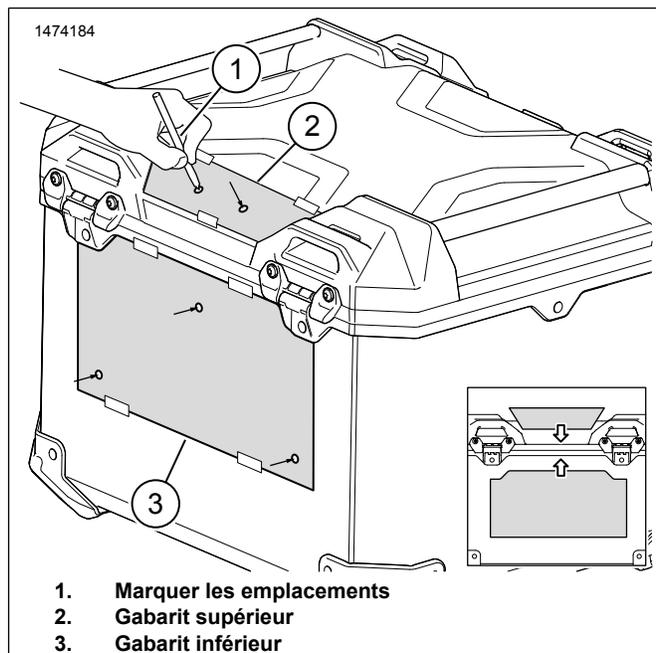
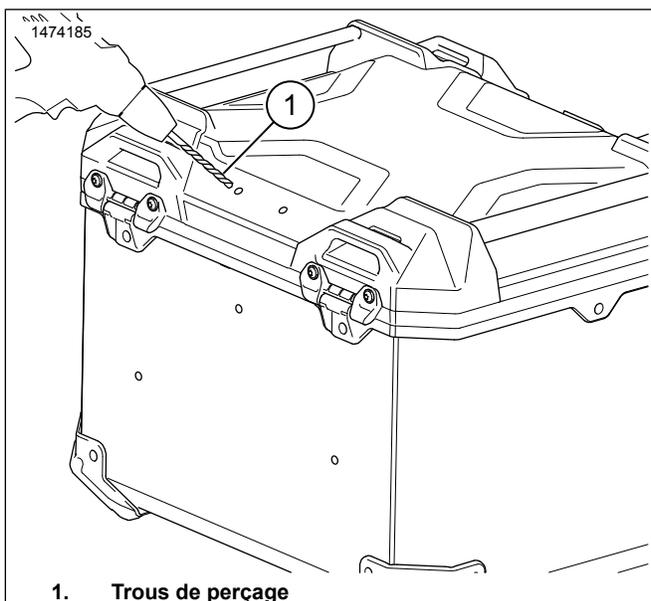

Figure 2. Emplacement des gabarits
Figure 3. Percer le Top Case
2. Voir la figure 2. Fixer avec du ruban adhésif les gabarits de perçage (2 et 3) sur le Top Case comme indiqué.
3. Marquer les emplacements (1) où percer.
4. Voir la figure 3. Percer les trous dans le Top Case.